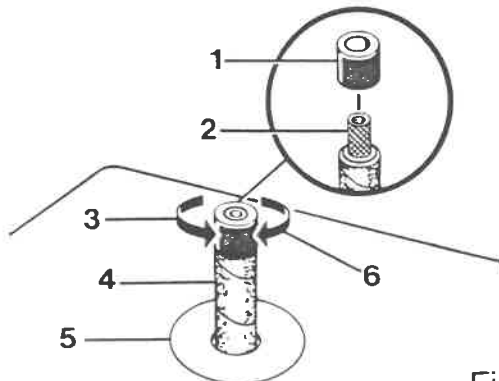

Fig. 4
- 1 Stk. Gummiknopf (Abb.4, Nr.1) zum Festziehen der Rändelmutter,
Schleifhülse (4) festhalten und die Rändelmutter (1) gegen den Uhrzeigersinn lösen, Teile gemäß Abb.4 entfernen.